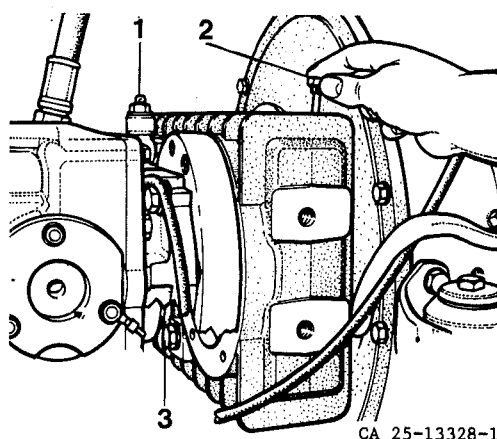

Fig. 68 Boîte transfert
- 10 Visser le bouchon de niveau (2) et la jauge (2), fig. 68, et remettre le bouchon de remplissage (1) en place.